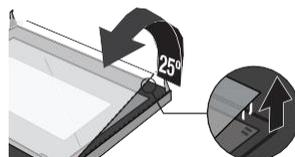

Рисунок 4
4. Осторожно приподнять стекло примерно на 25°. (Рисунок 4)